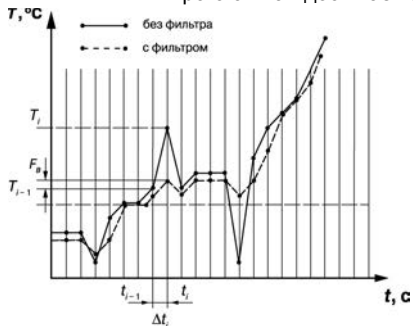

Рисунок 3.3
3.2.4.2 Во-первых, фильтр устраняет сильные единичные помехи (см. рисунок 3.3).
Если измеренное значение T_i отличается от предыдущего T_{i-1} на величину, большую, чем значение параметра F_v (заданная «полоса фильтра»), то прибор присваивает ему значение равное $T_{i-1} + F_v$ (рисунок 3.3), полоса фильтра удваивается. Таким образом характеристика сглаживается. Как видно из рисунка 3.3, малая ширина полосы фильтра приводит к замедлению реакции прибора на быстрое изменение входной величины. Поэтому при низком уровне помех или при работе с быстроменяющимися процессами рекомендуется увеличить значение полосы фильтра или отключить действие этого параметра. При работе в условиях сильных помех для устранения их влияния на работу прибора необходимо уменьшить значение в параметре «**полоса фильтра**».